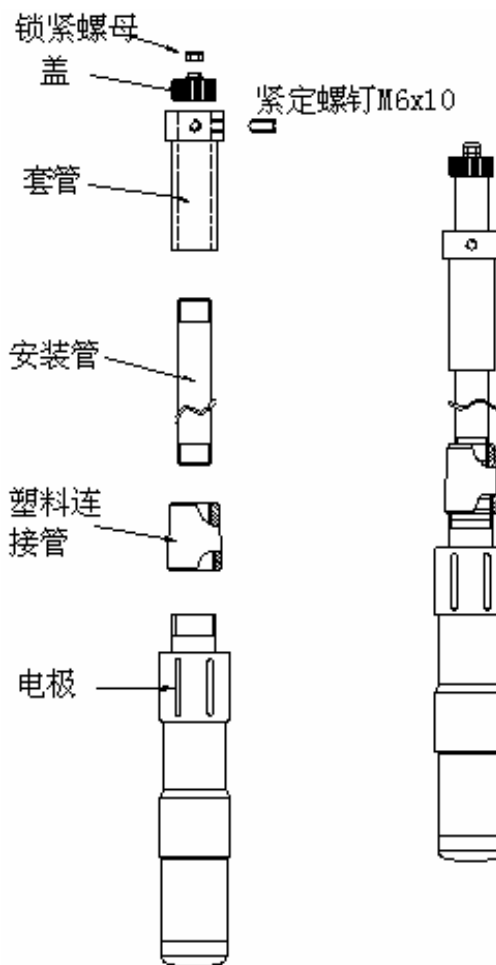

图 11 传感器支架安装示意图
② 将传感器的电缆依次穿过塑料连接管、安装管、套管、盖和锁紧螺母；将传感器的螺纹与塑料连接套的螺纹孔相接并拧紧；塑料连接套则与安装管相连；然后将安装管穿过套管，根据现场测量深度通过两个紧定螺钉将套管固定在安装管上的合适位置；将盖与安装管拧紧，防止雨水和其他物质进入安装管；将锁紧螺母拧紧，固定电缆。传感器与安装管安装完成后如图 11 右图所示。